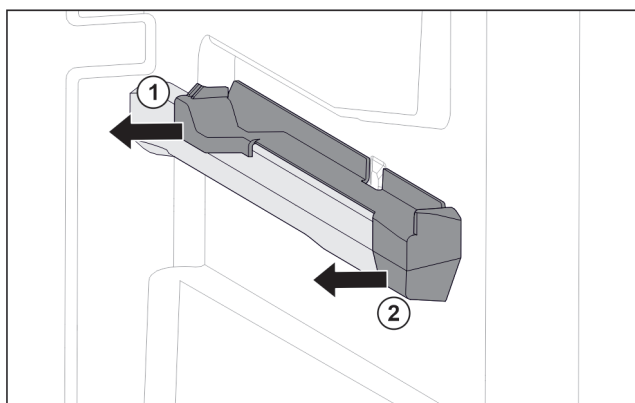

Fig. 127 Élément emboîtable sur la nervure de récipient droite
- Le retirer sur le côté par l'arrière. Fig. 127 (1)
- Le retirer sur le côté par l'avant. Fig. 127 (2)